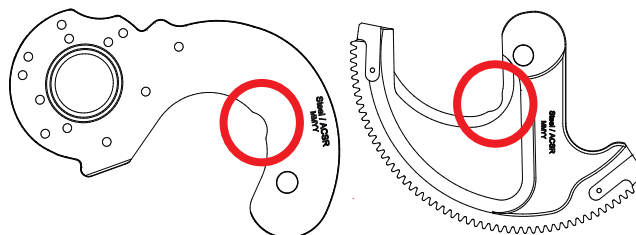

Figure 1
8. Vérifier que le câble peut être coupé par cet outil. Les lames comprennent des marques qui indiquent à l'utilisateur le type de câble susceptible d'être coupé. Les lames fixes et mobiles ACSR comprennent également une encoche dans la lame (fig. 1).